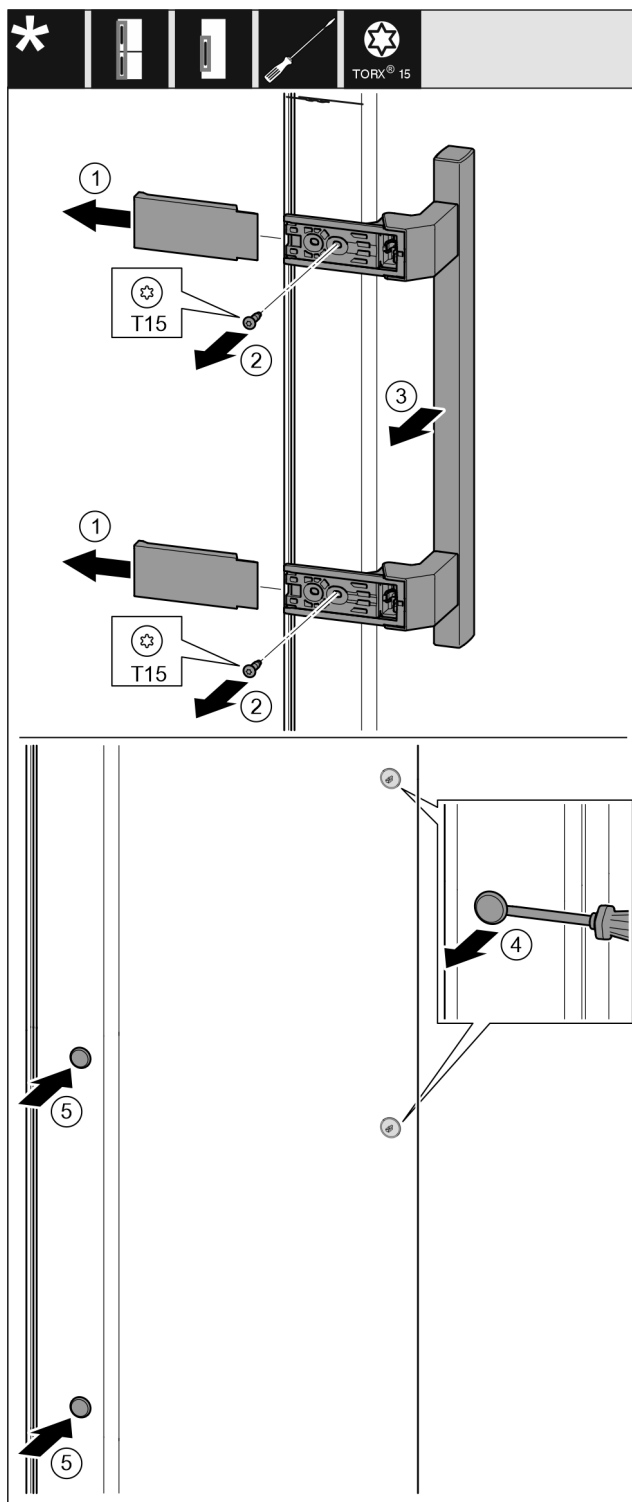

Fig. 21
- Retirer le cache. Fig. 21 (1)
- Desserrer les vis avec le tournevis T15. Fig. 21 (2)
- Déposer la poignée. Fig. 21 (3)
- Soulever délicatement le bouchon latéral avec un tournevis plat et le sortir. Fig. 21 (4)
- Remettre en place le bouchon de l'autre côté. Fig. 21 (5)